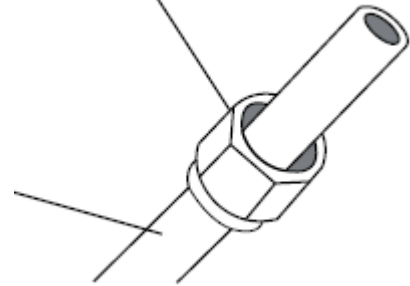

Fig. 5.3
3. Monter udkravningsmøtrikker i begge ender af røret. Sørg for, at de vender rigtigt, da de ikke kan monteres eller ændres efter udgravning. Se **fig. 5.3**